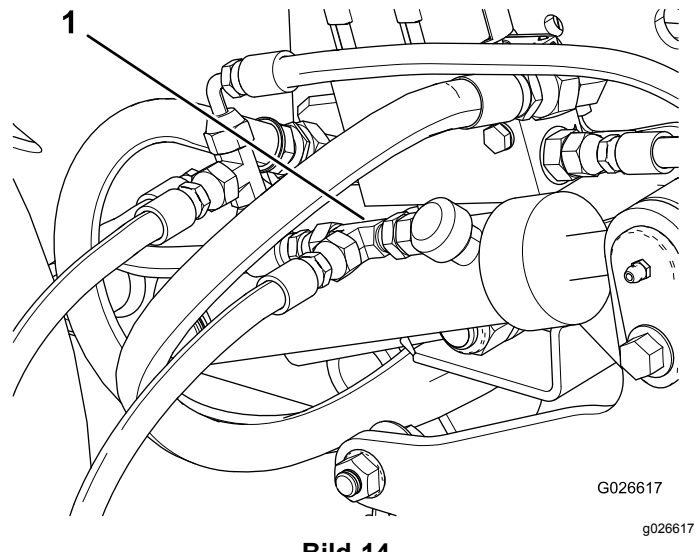

Bild 14
8. Befestigen Sie das T-Anschlussstück (Bild 14).